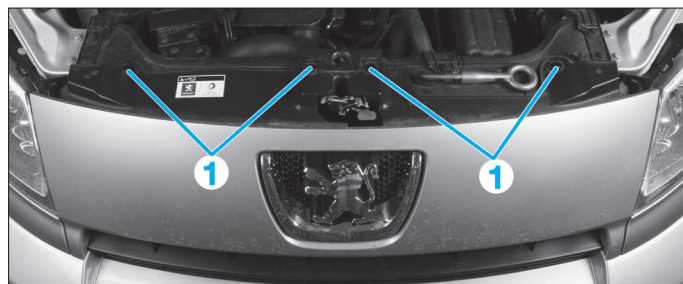

Fig. 80
- les vis supérieures (1) et dégrafer la calandre (Fig.80),